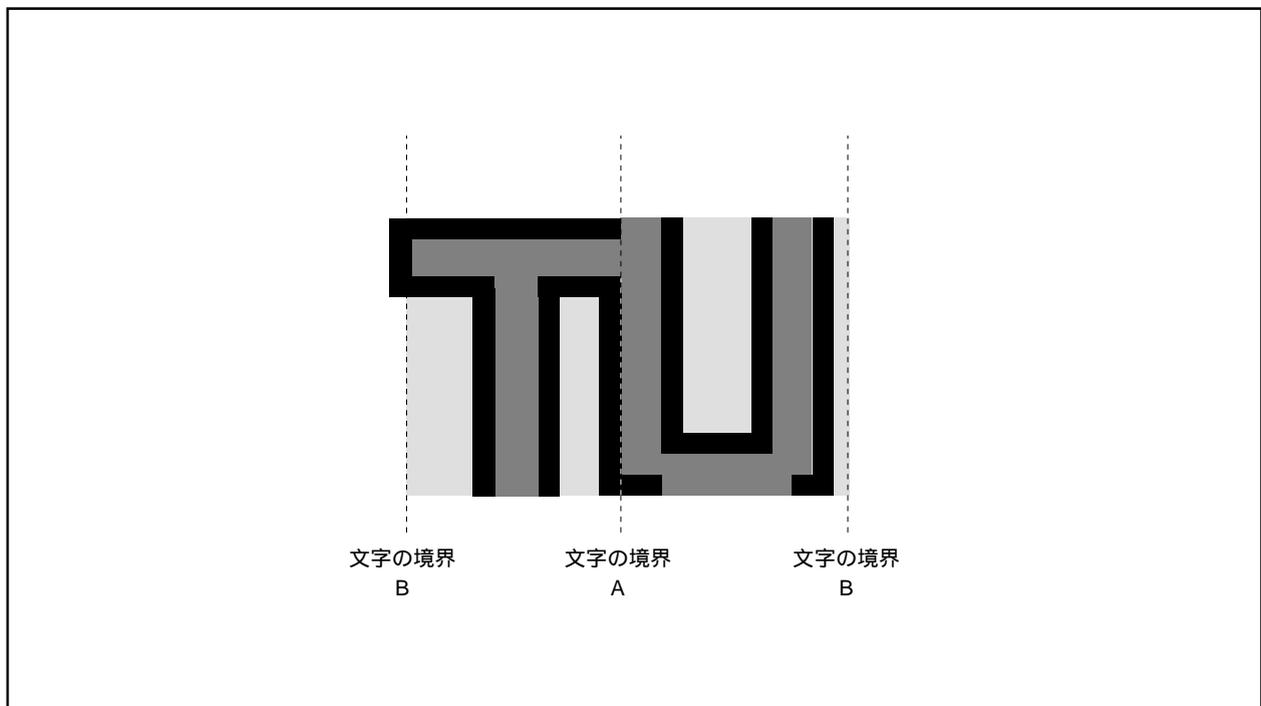

図2.16.37 フチドリの優先順位
2. フチドリドットと、隣接する文字のキャラクタフォントが重なった場合、キャラクタフォントが優先されます (図2.16.37のA参照)。また、フチドリドットと、隣接する文字背景部が重なった場合、フチドリが優先されます (図2.16.37のB参照)。
3. キャラクタフォントの文字領域をはみ出した上下方向のフチドリは表示されません (図2.16.37参照)。